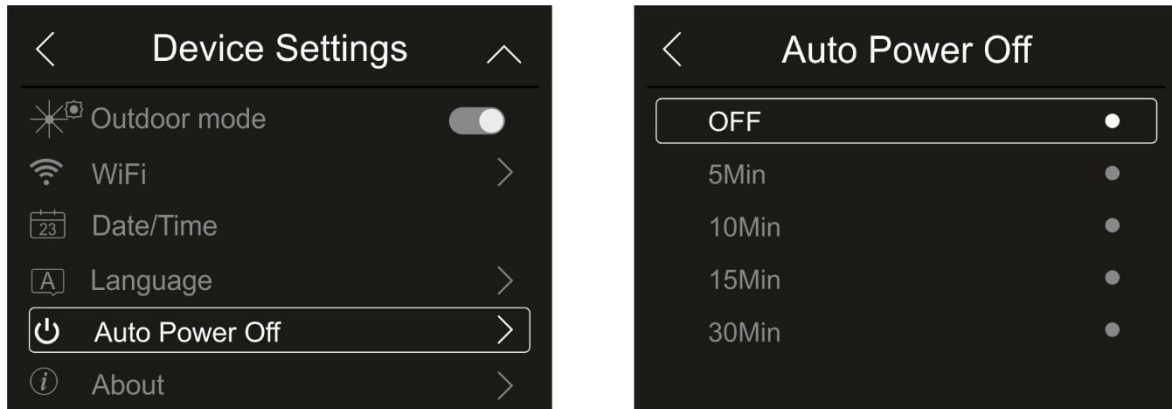

Abb. 21: Einstellung der automatischen Ausschaltung
- Berühren Sie "Auto Power Off", um die Zeit der automatischen Ausschaltung des Geräts einzustellen. Die Bildschirmseite in der Abb. 21 – rechte Seite erscheint im Display: